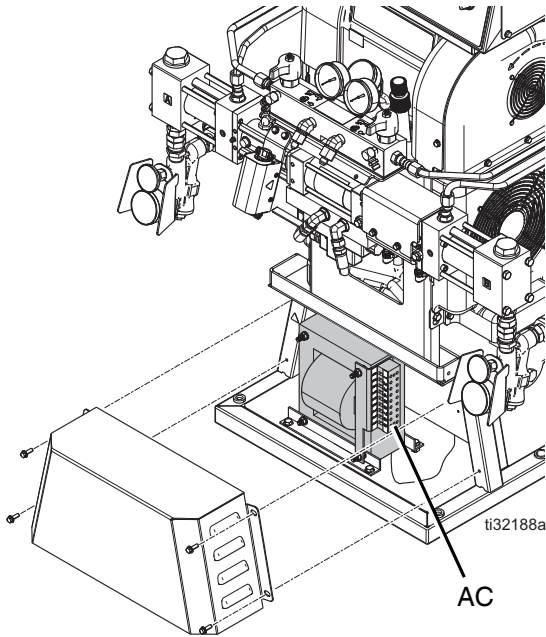

FIG. 13: Tapa del transformador de la manguera
2. Retire la tapa del transformador. Vea la FIG. 13.
4. Vuelva a montar la tapa del transformador. Vea la FIG. 13.